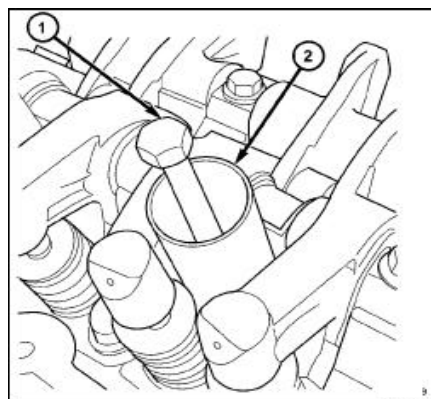

图. 50 拆卸器
(6) 从火花塞孔中, 旋开专用工具, 使用一长螺栓, 拆出专用工具 (图. 50)。